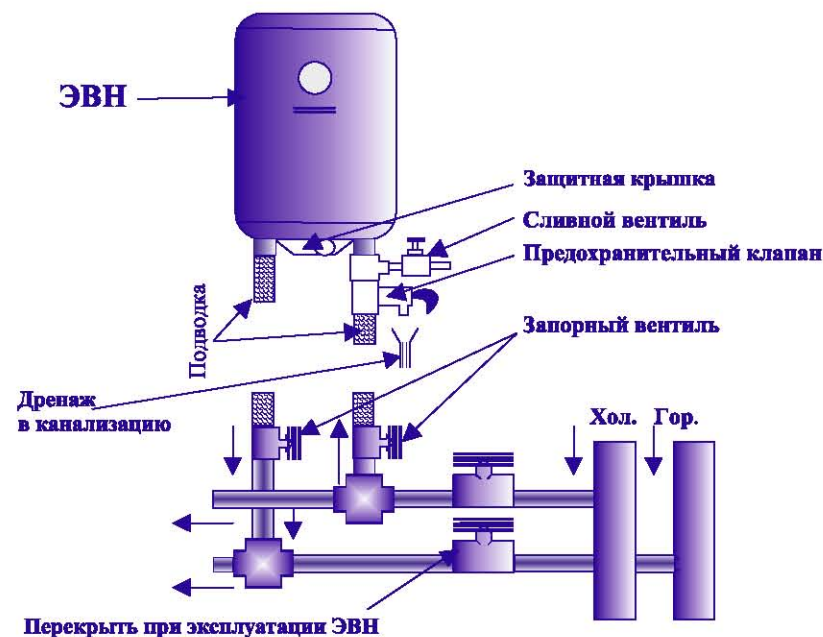

Рис. 1. Схема подключения ЭВН к водопроводу
Подключение к водопроводной системе производится в соответствии с Рис.1 при помощи медных, пластмассовых труб или специальной гибкой сантехподводки. При монтаже не допускается чрезмерных усилий во избежание повреждения патрубков, эмалевого покрытия внутреннего бака ЭВН.
**Примечание:** для облегчения обслуживания ЭВН в процессе эксплуатации рекомендуется установка сливного вентиля (не входит в комплект поставки ЭВН) в соответствии с Рис.1. Если давление в водопроводе превышает 0,6 МПа, то на входе перед предохранительным клапаном необходимо установить соответствующий редукционный клапан (не входит в комплект поставки ЭВН).